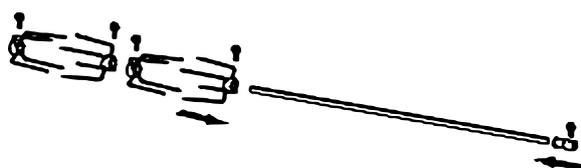

Abbildung 3
3. Befestigen Sie die Fleischgabel und den Spießverschluss wie in der Abbildung dargestellt (**Abb. 3**). Ändern Sie die Position des Spießverschlusses, bevor Sie etwas auf dem Drehspieß zubereiten.